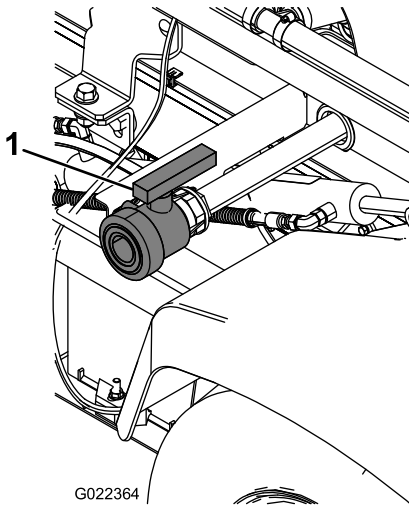

Figura 72
2. La valvola di spurgo del serbatoio è situata sul lato sinistro della macchina (Figura 72).